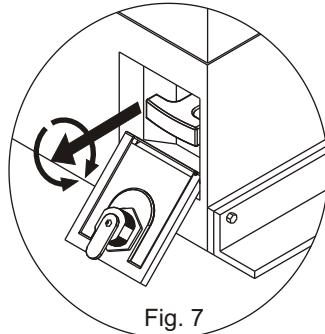

Fig. 7
- Tirer la poignée du déverrouillage vers l'extérieur vaincraint la résistance du ressort intérieur (Fig. 7).